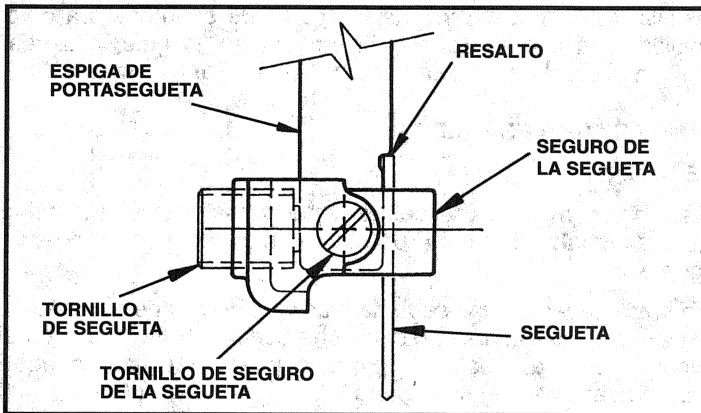

Fig. 4
2. Meta un desatornillador detrás de la espiga del portasegueta, (vea Fig. 4), y muévala hacia adelante para montar el seguro de la segueta. Coloque el seguro en su espiga como está ilustrado en Fig. 4. Apriete el tornillo del seguro de la portasegueta, y entonces, aflójelo  $\frac{1}{4}$  de una vuelta.
3. Meta una segueta "universal" (con los dientes hacia adelante) hasta que toque el resalto, Fig. 4.